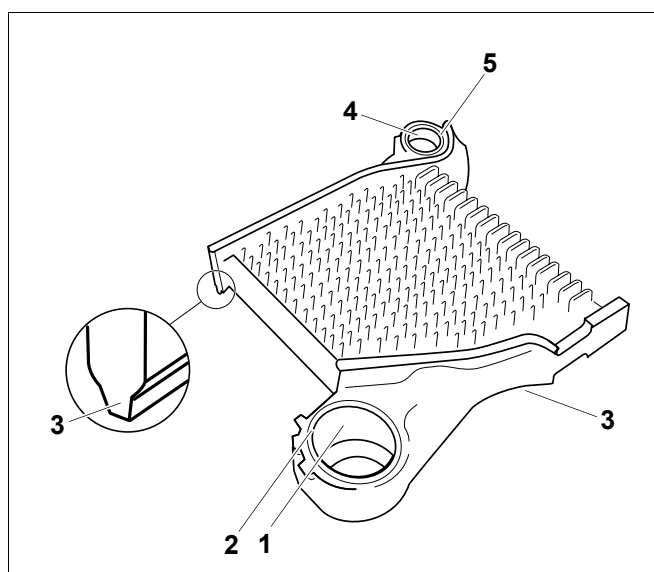

Fig. 11 Element de mijloc
- Eventualele bavuri de la butucul cazanului sunt (fig. 11, **poz. 2 și 5**) înlăturate.
- Penele de etanșare trebuie să fie (fig. 11, **poz. 3**) curate și uscate.
- Suprafețele de etanșare a butucurilor cazanului (fig. 11, **poz. 1 și 4**) se curăță cu cîrpe înmuiate în benzină și se vopsesc cu miniu.